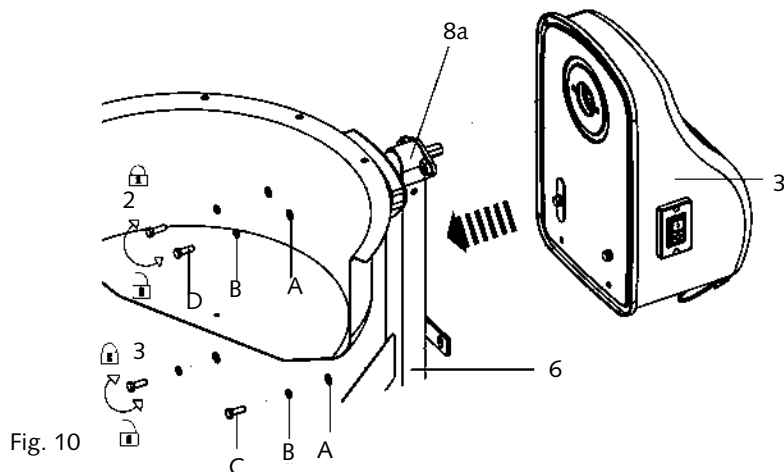

Fig. 10
1. Rikta in och montera motorenheten på stödbågen (8) / stödbalken (6) (Fig. 10).
2. Säkra anslutningen med bultar (C, D), fjäderbrickor (B) och brickor (A).